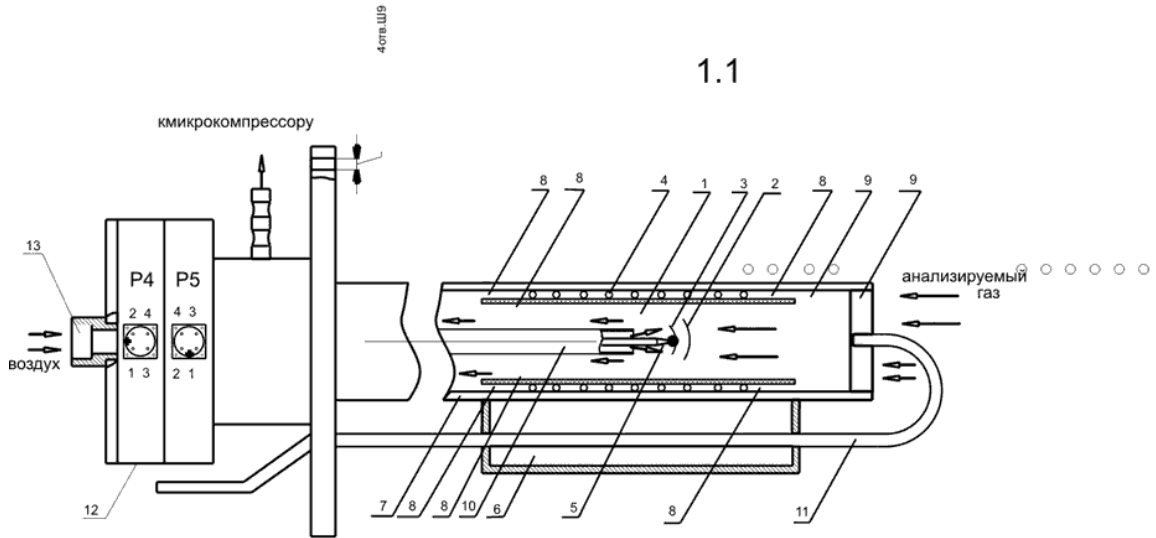

Рис. 1. Устройство погружного кислородного зонда.
- Фильтр 13 (рис.1) на распаячной головке зонда рекомендуется менять раз в 1...3 месяца в зависимости от уровня запыленности помещения, в котором установлен зонд.